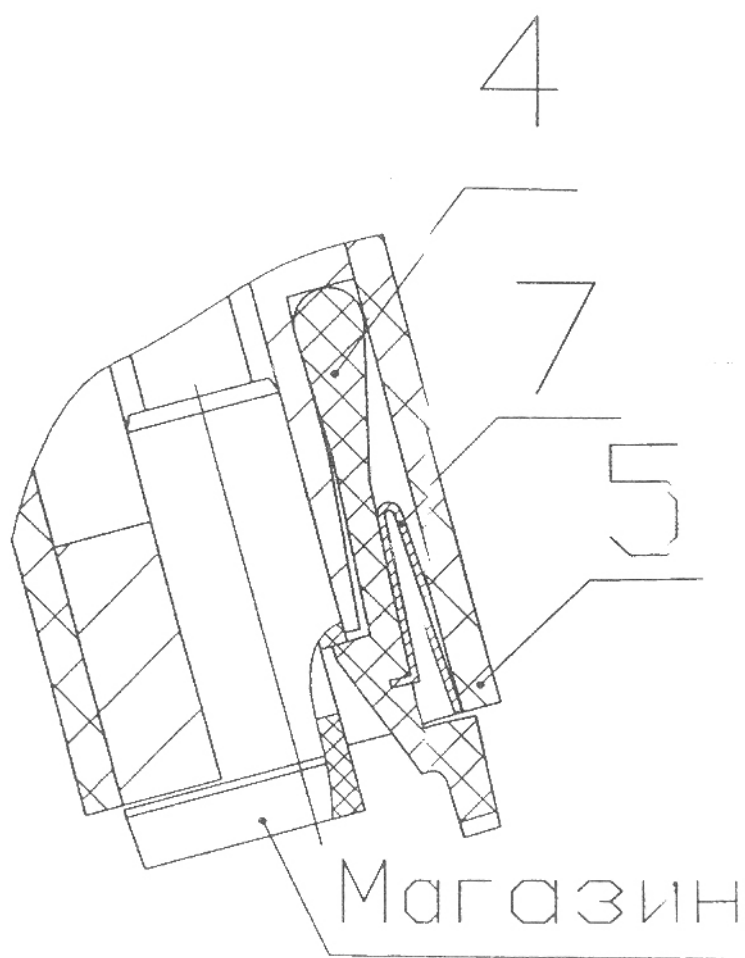

Рис. 2
4. Извлечь пружину поз.7 и защелку поз.4 (рис.2)